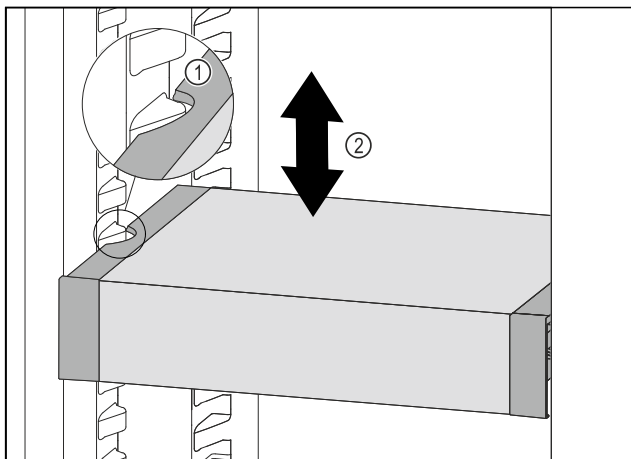

Fig. 131
- ▶ Táhněte VarioSafe dopředu, dokud nebudou boční vybrání VarioSafe na úrovni žebrování na nádoby v chladniče. Fig. 131 (1)
- ▶ Posouvejte VarioSafe v chladniče nahoru nebo dolů, dokud nedosáhnete požadované výšky. Fig. 131 (2)